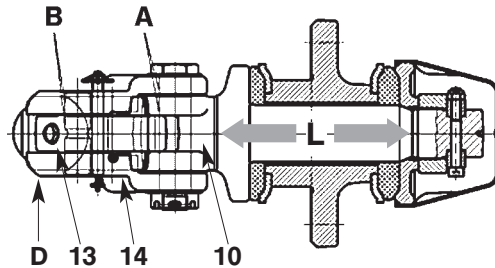

Abb. 10
- Kupplungskopf im abgekuppelten Zustand in Fahrtrichtung kräftig bewegen (s. Abb. 10)